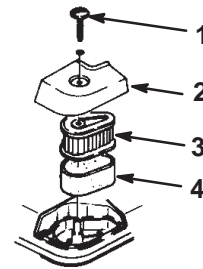

Figure 13
3. Retirez le boulon de fixation du couvercle du filtre à air (Fig. 13).
4. Déposez le couvercle et nettoyez-le soigneusement (Fig. 13).
5. Enlevez le préfiltre en mousse et nettoyez-le à l'eau avec un détergent doux. Séchez-le ensuite en le serrant légèrement dans un chiffon (Fig. 13).
7. Enlevez l'élément en papier (Fig. 13) et nettoyez-le en le tapotant **légèrement** pour faire tomber la poussière. Remplacez-le s'il est très encrassé.